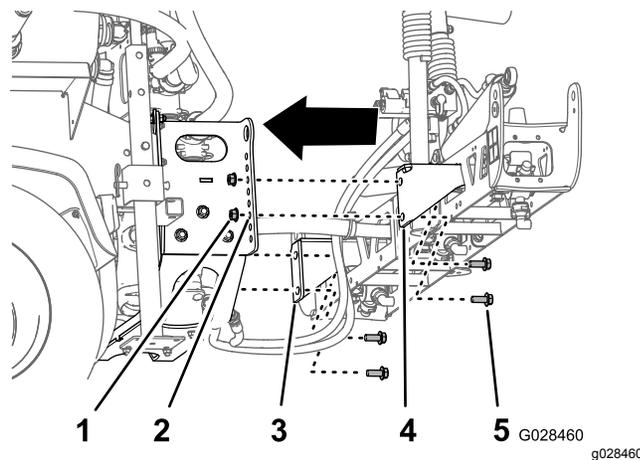

Рисунок 29
2. Совместите нижние отверстия в монтажных кронштейнах средней секции стрелы в сборе с третьим отверстием в нижней части опор стрел на раме опрыскивателя, как показано на Рисунок 29.